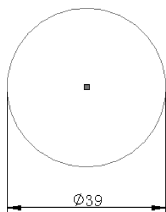

图 2-42 生成圆形尺寸
- 4) 单击鼠标左键确定所需尺寸数值的位置，生成如图 2-42 所示的圆形尺寸。